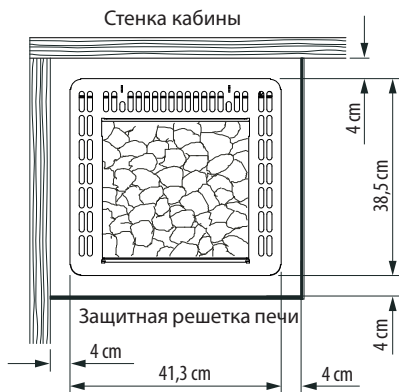

Рис. 2
- При монтаже печи для сауны необходимо следить за тем, чтобы расстояние по горизонтали (боковое) между печью и стенкой кабины составляло не менее **4 см** (Рис. 2).